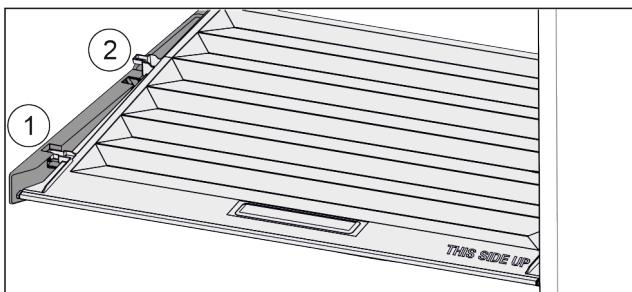

Fig. 73
- Издърпайте напред Fig. 73 (1) капака до отвора в задържащите части.
- Повдигнете го отзад отдолу и отстранете Fig. 73 (2) нагоре.